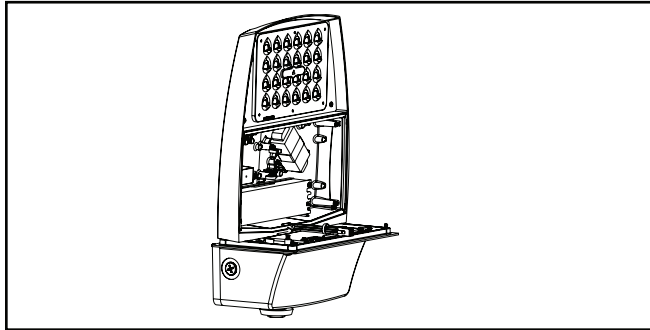
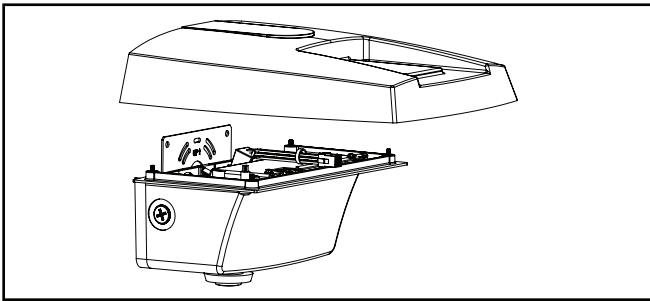

Figura 12.
Figura 13.
- Coloque el alojamiento del luminario en la puerta abatible como se muestra en la Figura 12. Realice inmediatamente las conexiones del mazo de cables al alojamiento del luminario. No deje el alojamiento del luminario desatendido durante este paso. Levántelo y alinéelo con la puerta abatible. Asegure el alojamiento del luminario a la puerta abatible con los cuatro tornillos de cabeza plana Phillips. Apriete los tornillos a 20 in-lb (2,3 N·m) (Figura 13).